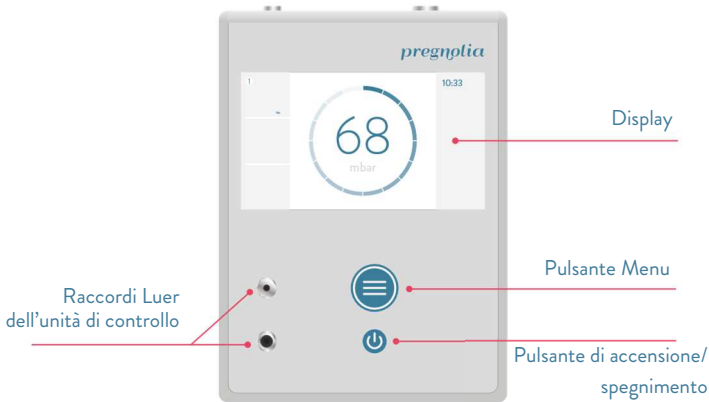

FIGURA 13: Lato anteriore della *console dell'unità di controllo*.
- 5) Collegare il tubo di connessione tramite i raccordi Luer alla console dell'unità di controllo (raccordi Luer dell'unità di controllo, riferirsi alla FIGURA 13).
- 6) Accendere la *console dell'unità di controllo* (Pulsante di accensione / spegnimento, FIGURA 13). La *console dell'unità di controllo* emetterà un segnale acustico³.